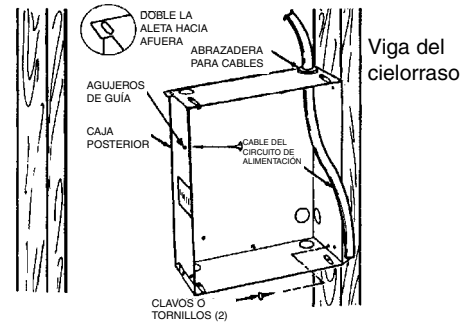

Figura 1
1. Determine cuál de los lados de la caja posterior va a montarse contra una viga, y doble las aletas de los ángulos posteriores 90 grados hacia afuera, de manera que la caja quede escuadrada con la viga después de la instalación (vea la Figura 1).
3. Posicione la caja posterior contra un lado de la viga, y asegúrela mediante clavos o tornillos, como se muestra en la Figura 1.
**NOTA:** en los lados de la caja posterior se han provisto agujeros de guía para tornillos para chapa N° 8. Después de haber terminado la pared o el cielorraso, inserte un tornillo para chapa M4 (N° 8) (longitud recomendada: 25 mm / 1") a través del lado de la caja que no está montado en la viga. Esto impedirá que la caja salga hacia afuera cuando se instale el conjunto del calefactor. (Vea la Figura 1).